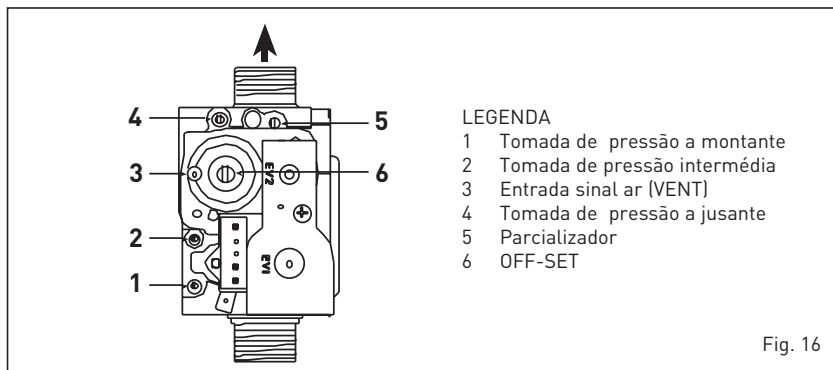

Fig. 16
### 4.2 VÁLVULA GÁS (fig. 16)
A caldeira é produzida em série com válvula de gás modelo SIT 848 SIGMA (fig. 16).
- 3) Procurar os valores de CO2 à potência máx. a seguir indicados agindo no parcializador (5 fig. 16):
- 5) Procurar os valores de CO2 à potência min. a seguir indicados, agindo no parafusos de regulação OFF-SET (6 fig. 16):